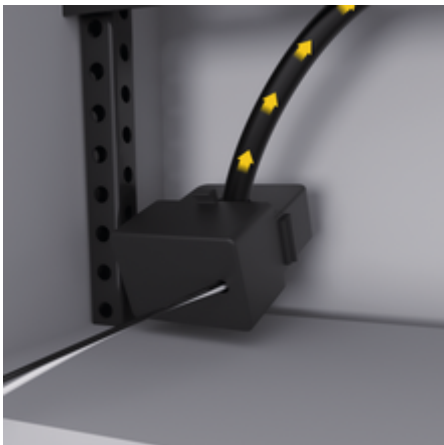

Fig. 56: Esempio di montaggio del trasformatore di corrente
- ▶ Inserire il cavo di installazione nel trasformatore di corrente e chiudere il cappuccio del trasformatore di corrente ((Fig. 56), freccia gialla).